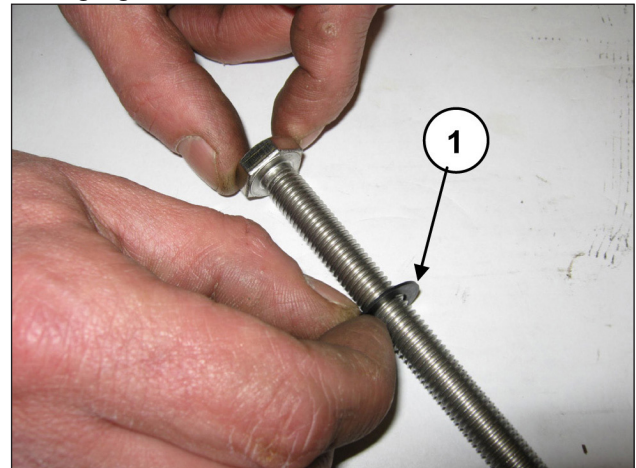

Abb. 164
Setzen Sie die Unterlegscheibe $\varnothing 10 \times 18 \times 0,9$ auf die Befestigungsschraube des Kolbens (Pos. ①, Abb. 164)